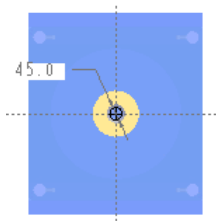

图 30.24 截面草图
Step3. 绘制截面草图。绘制图 30.24 所示的截面草图（一个圆），完成截面的绘制后，单击“草绘”操控板中的“确定”按钮 。